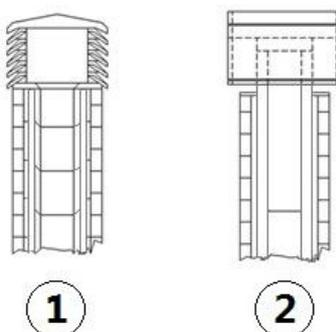

Fig. 7 - Comignoli antivento
- Si consiglia un comignolo di tipo antivento, vedi Fig. 7 a pag. 13.
- Canna fumaria esterna realizzata esclusivamente con tubi inox isolati cioè con doppia parete minimo  $\varnothing 100/120$  mm: il tutto ben ancorato al muro. Con comignolo antivento (vedi Fig. 7 a pag. 13).